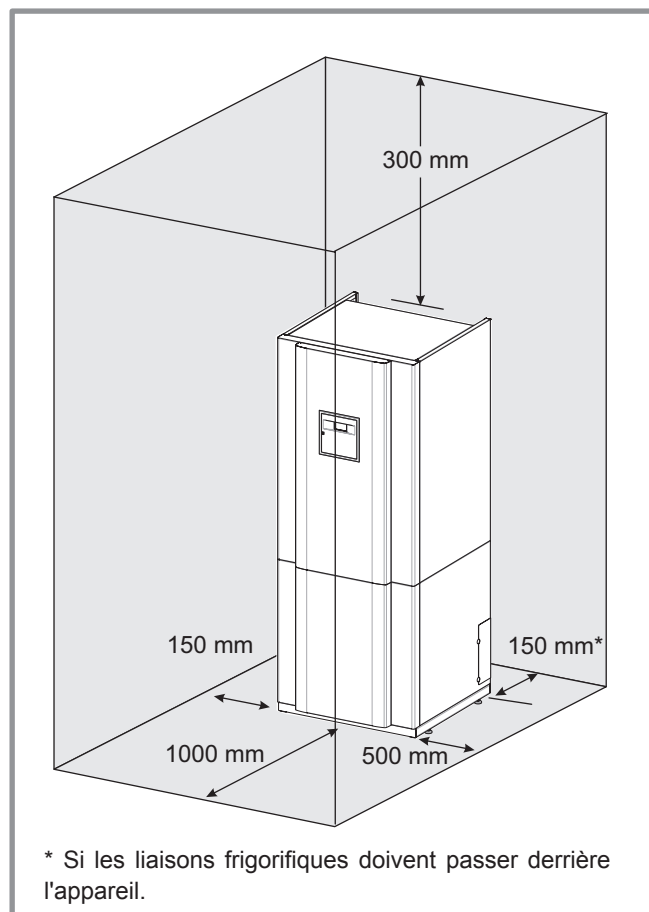

figure 16 - Dégagements minimum d'installation autour du module hydraulique et écarts jusqu'aux cloisons combustibles
- Pour faciliter les opérations d'entretien et permettre l'accès aux différents organes, il est conseillé de prévoir un espace suffisant tout autour du module hydraulique (figure 16).